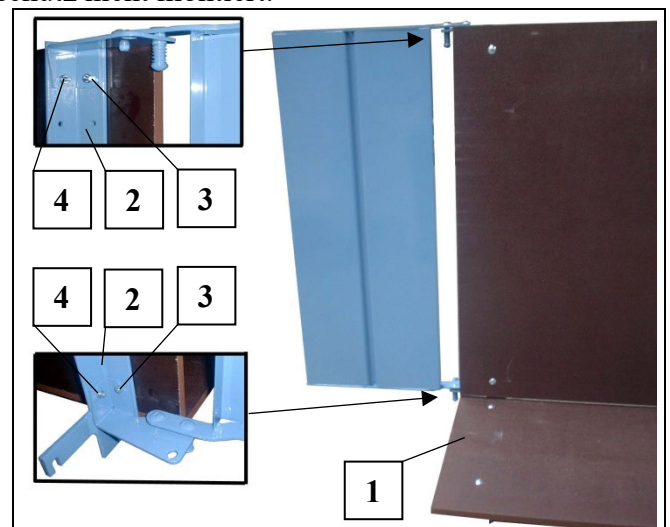

Fig. 41 Universalpritsche zusammenbauen
- Abklappbaren Seitenschutz (5) montieren (siehe Fig. 41 Universalpritsche zusammenbauen)
- Bordwand (6) von oben an das Tragprofil mit jeweils zwei Schrauben (7) montieren.